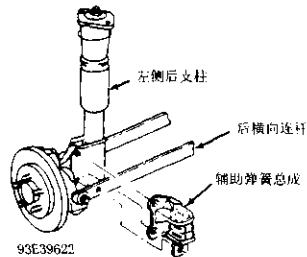
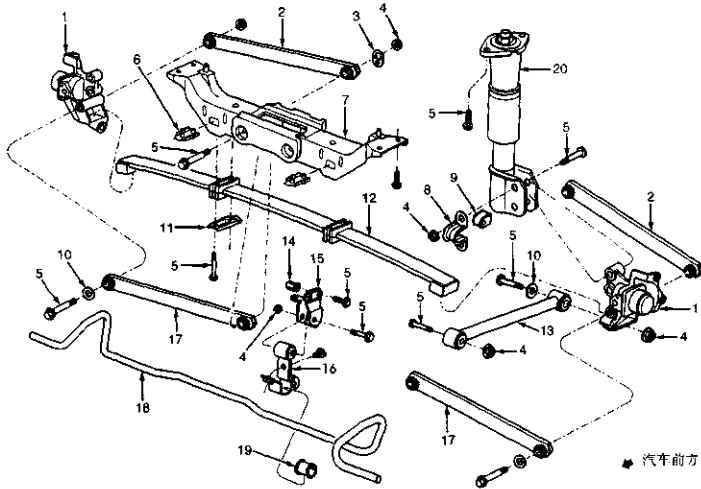
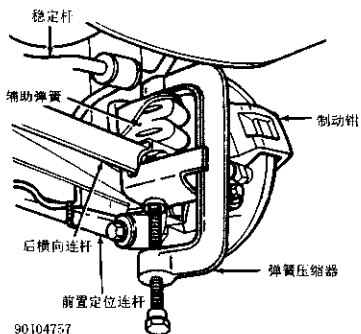

图 5-8 辅助弹簧总成位置
图5-7 后悬架解体图 (Regal)
图 5-9 安装辅助弹簧压缩器 (J-17956)
在 Regal 车型上，汽车重量由一根复合玻璃纤维单片横置板簧承担（图 5-7）。支柱（上端连接在车身上，下端连接在转向节上）衰减了悬架的运动。转向节通过前置定位连杆和前、后横向连杆连接在车架和横梁上。Regal 车型装有辅助弹簧总成（图 5-9）。后轮外倾角通过支柱下端安装螺栓进行调整。后轮前束通过每根后横向连杆内侧末端的凸轮进行调整。
1) 顶起并支牢汽车。卸下车轮。卸下将左紧固板固定在横置弹簧上的后部螺栓 (图 5-7)。松开其前部螺栓，至恰好能向前转动左紧固板并使其离开后横向连杆。
2) 从辅助弹簧上支架顶端卸下防尘塞 (图 5-8 和 5-9)。通过将压缩机上端的钩插入防尘塞孔来安装辅助弹簧压缩机 (J-37956)。
3) 从转向节上断开前、后横向连杆 (图 5-7)。卸下制动钳, 并挂在一边, 不要断开制动软管。卸下制动转子盘。断开防抱死制动系统电气接头 (如果装备有)。卸下轮毂和轴承总成。从转向节上断开前置定位连杆。从转向节上分离支柱 (和稳定杆, 如果装备有), 然后卸下转向节。
顶起并支牢汽车。卸下车轮和排气管隔热罩。从转向节上断开前横向连杆(图 5-7)。如果必要, 请降低并支牢油箱, 以便操作。从横梁支撑上断开前横向连杆。卸下前横向连杆。
顶起并支牢汽车。卸下车轮。从转向节上断开后横向连杆(图 5-7)。从横梁支撑上断开后横向连杆。向前抽出螺栓, 并卸下后横向连杆。
1) 顶起并支牢汽车。在支柱和转向节上划出配合标记, 以便安装后定位参考。从横梁支撑的支架上断开稳定杆(图 5-7 和图 5-8)。撬开支架, 以便卸下隔环。
顶起并支牢汽车。断开防抱死制动系统车轮速度传感器接头(如果装备有)。从转向节上断开前置定位连杆(图 5-7 和图 5-8)。从车身上断开前置定位连杆。卸下前置定位连杆。安装时, 按照与拆卸步骤相反的顺序操作。按规范拧紧紧固件, 参见表 5-5。
1) 顶起并支牢汽车。从横梁支撑底部中心卸下千斤顶垫块。如果必要,请移走排气管。卸下弹簧紧固板(图5-7)。从转向节上断开右前置定位连杆。